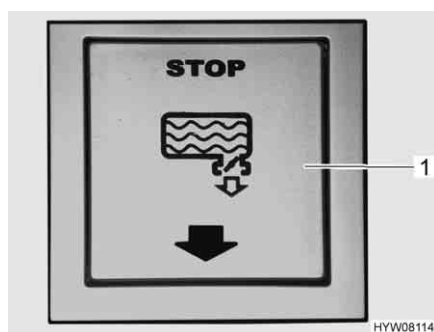

Fig. 171 Tasto di comando per il serbatoio delle acque grigie
Il tasto di comando (Fig. 171,1) è montato nel garage di coda/nel gavone di coda.
- Nei modelli con tasto di comando premere brevemente il tasto di comando (Fig. 171,1) in basso (↩). Un comando apre automaticamente il cursore. Le acque grigie fuoriescono.
- Nei modelli con tasto di comando premere brevemente il tasto di comando (Fig. 171,1) in alto (STOP). Un comando chiude automaticamente il cursore.